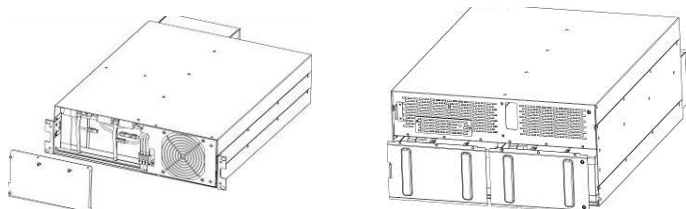

Figura 8: Copertura batteria del sistema XANTO S 6000 e 10000
5. Rimozione della copertura delle batterie (vedi Figura 8)